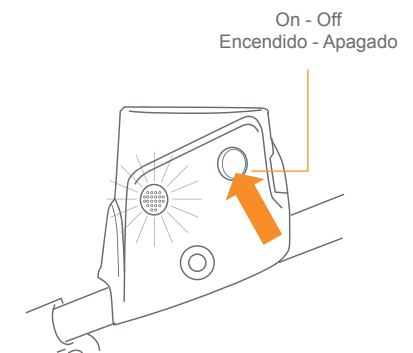

Fig. 9g
**NOTE:** Refer to (Fig. 9g) for the activation button.
- **NOTA:** Consulte (Fig. 9g) para el botón de activación.